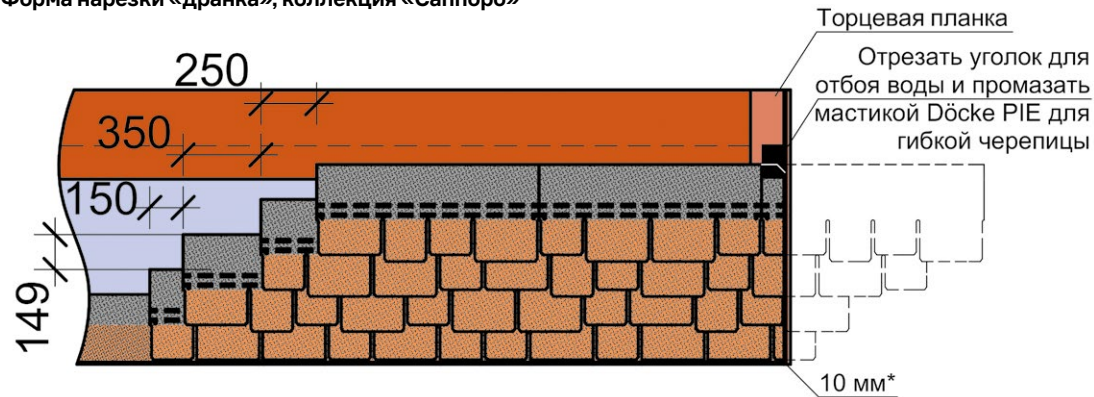

Рис. 25. Схема смещения гонтов черепицы коллекции «Саппоро» по горизонтали и вертикали
8.2.16 Смещение гонтов гибкой черепицы Döcke LUX коллекции «Саппоро» по горизонтали необходимо устраивать в диапазоне от 150 до 850 мм с шагом 100 мм (150, 250, 350 мм и т.д.) (рис. 25). Для достижения хаотичного рисунка кровли необходимо смещать гонты по горизонтали на переменную величину.